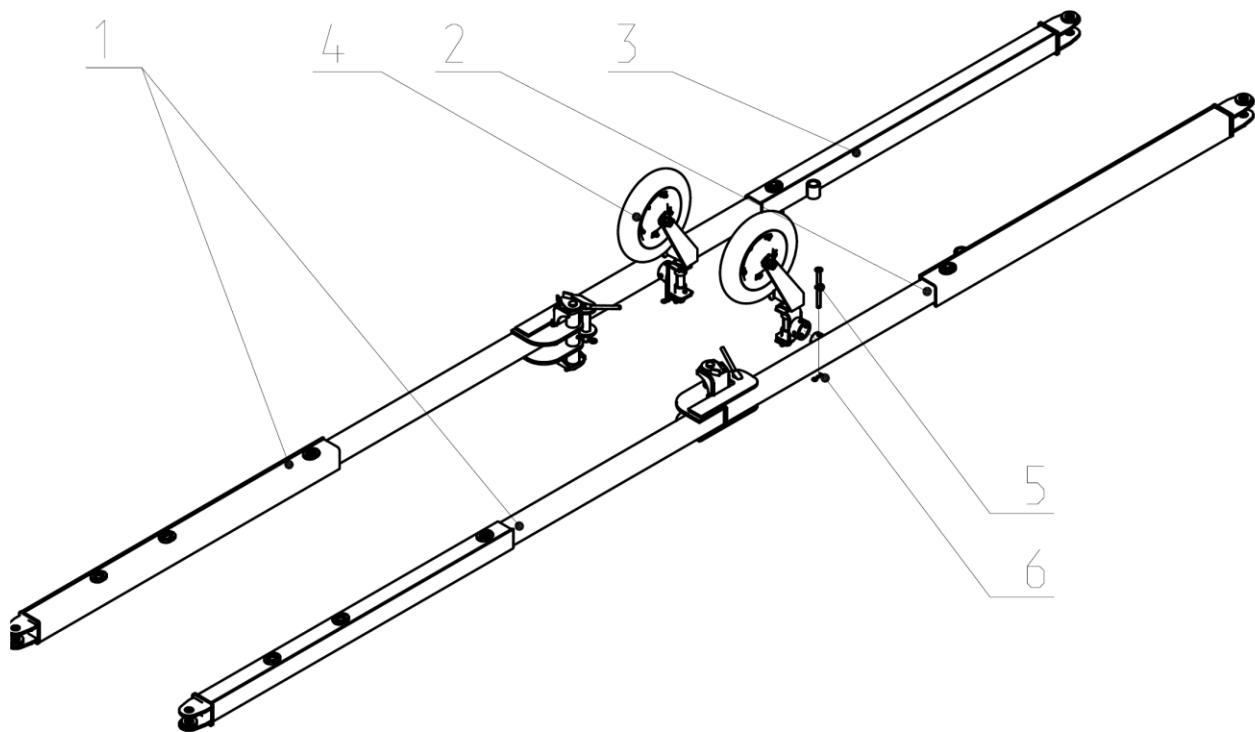

Рис.15. Раcтяжки.
2.32. Растважки (Рис. 15) предназначены для соединения брусьев с сницей При помощи растяжек устанавливается угол атаки дисков секций, которые смонтированы на брусьях.